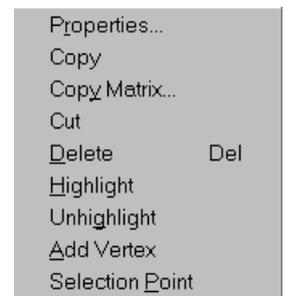

Рис. 4-10.
3) Укажите курсором желаемое место расположения текста и щелкните левой кнопкой мыши (для справки см. рис. 4-10).
3) В появившемся меню (см. рис. 4-10) выберите команду **Copy** (копия). При этом выделенный элемент копируется в буфер обмена Windows.
2) В появившемся меню (см. рис. 4-10) выберите команду **Properties...** (Свойства).
5) Отпустите клавишу и щелкните правой кнопкой мыши. В появившемся контекстном меню (см. рис. 4-10) выберите команду **Selection Point** (точка выбора).